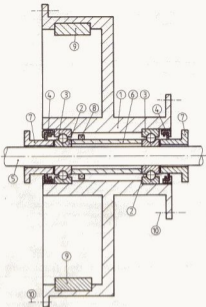

Bild 219
Das Konstruktionsprinzip ist jedoch bei allen Rädern das gleiche, es wird in Bild 219 gezeigt. Daraus ergeben sich zwei Möglichkeiten zum Ausbau der Radlager, von denen die aufwendigere den Vorzug hat, die Bauteile zu schonen und dadurch eine eventuelle Wiederverwendung zu ermöglichen.
- Scharfkantig angeschliffenen Treibdom am Innenring des Radlagers ansetzen, welches dem Zentriering (Teil 8 in Bild 219) gegenüberliegt (das deshalb, weil sich die Distanzhülse an ihrer zentrierungsfreien Seite um etwa 1 mm zur Seite drücken lässt. Das genügt für die scharfe Kante des Treibdoms, das Lager etwas aus seinem Sitz [Lageraussenning] herauszutreiben. Natürlich tut das den Kugeln und den Laufflächen in den Ringen nicht gut, ein so ausgebautes Lager ist nicht wieder verwendungsfähig).